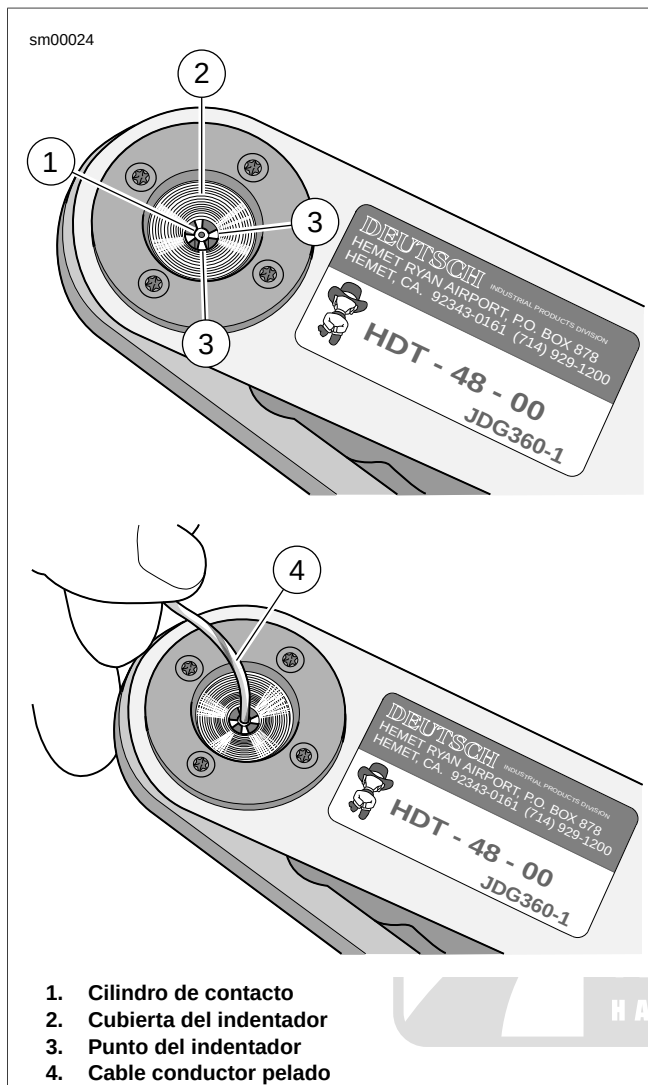

Figura A-20. Cilindro sólido Deutsch
1. Vea Figura A-20. Voltee la herramienta y deposite el cilindro de contacto (1) dentro del agujero de la cubierta del indentador (2) con el extremo del cable hacia afuera.
3. Apriete lentamente los mangos de la herramienta para engarzar hasta que el contacto esté centrado entre los cuatro puntos del indentador (3).
4. Inserte las hebras expuestas del núcleo del cable conductor pelado (4) dentro del cilindro de contacto. Apriete el mango de la herramienta para engarzar hasta que cierre firmemente. La herramienta se abre automáticamente al completar la secuencia de engarzado.